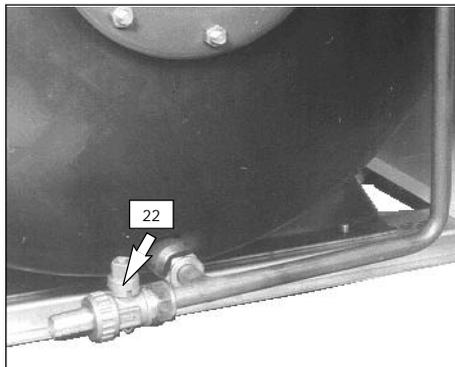

fig. 7.2 Mod. B100
- 3 Aprire il rubinetto di scarico del bollitore (22 in fig. 7.2 o fig. 7.3) posto nella parte anteriore della caldaia.